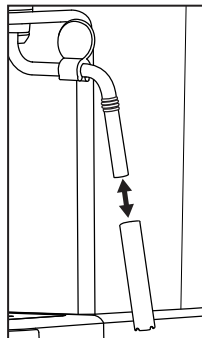

Abb. 3
- 5) Ziehen Sie die Hülle der Milchaufschäumdüse **10** ab (siehe Abbildung 3) und reinigen Sie diese sorgfältig im warmen Wasser.
- 7) Schieben Sie die Hülle wieder auf die Milchaufschäumdüse **10** (siehe Abbildung 3).